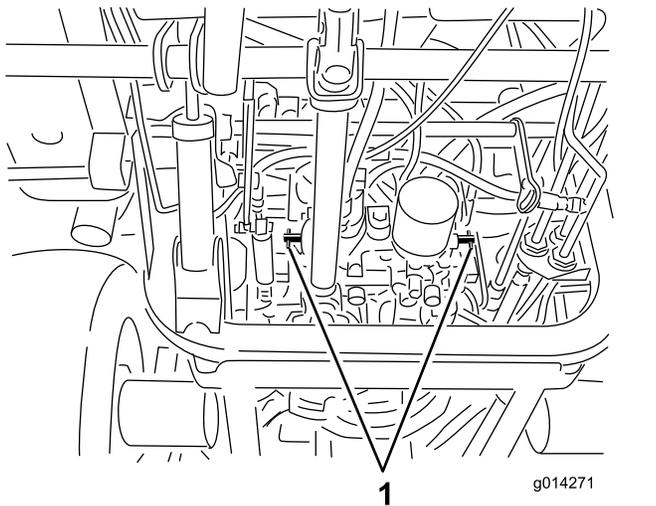

Figure 26
3. Tournez chaque vanne de dérivation d'un tour dans le sens antihoraire (Figure 26).
1. Tournez chaque vanne de dérivation d'un tour dans le sens horaire et serrez-les à la main (Figure 26).
2. Serrez les vannes à 8 N·m approximativement, comme montré à la Figure 26.